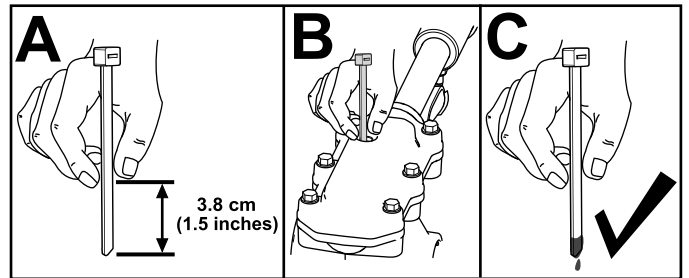

Bild 34
3. Überprüfen Sie den Ölstand mit einem geeigneten Messgerät, z. B. einem sauberen Kabelbinder. Das Öl sollte ca. 3,8 cm unter der Einfüllöffnung liegen (**Bild 34**).